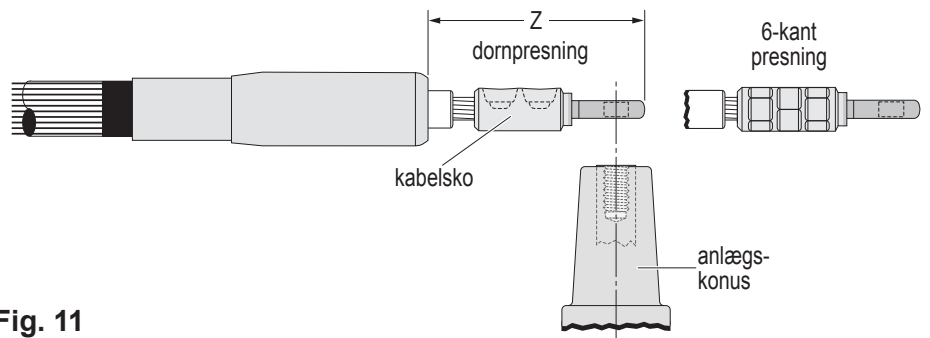

Fig. 11
13) Kabelskoens anlægsflade passer til anlægsfladen på konus, og afstanden "Z" er i intervallet 155 til 165 mm, se fig. 11.